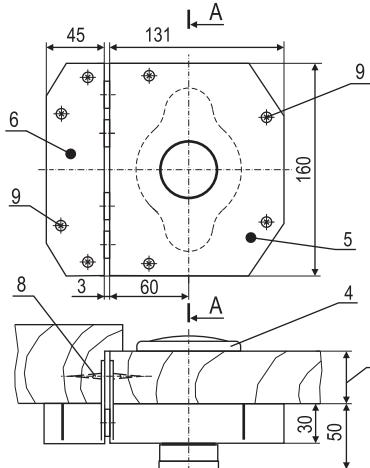
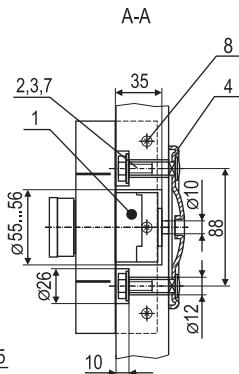

Рис.1
Рис.2
ПОРЯДОК МОНТАЖА (см. рис.1 и 2)
1. Наметьте центр отверстия под цилиндровый механизм 1 (см. рис. 2) по горизонтали 60 ± 1 мм от края полотна двери (см. рис. 1) и просверлите отверстие диаметром 55-56 мм на глубину 35 мм и соосно ему отверстие диаметром 10 мм. Допускается сквозное сверление отверстия диаметром 55-56 мм.
2. Просверлите 2 отверстия диаметром 12 мм под болты 2 (для крепления наружной накладки 4) по вертикальной оси на расстоянии 88 мм относительно центра отверстия под цилиндровый механизм. На внутренней стороне двери рассверлите два отверстия диаметром 26 мм глубиной 10 мм под гайки 3 и шайбы 7 (см. рис. 2). Выступление гаек 3 за плоскость двери изнутри помещения не допускается.
поверхностью двери (см. рис. 1).
4. Установите замок 5, введя цилиндровый механизм 1 в отверстие диаметром 55-56 мм, а планку корпуса замка – в выемку под нее и закрепите его тремя шурупами 1-4x30 (8) через планку корпуса и четырьмя шурупами 1-4x50 (9) через корпус замка (см. рис. 1).
6. Врежьте заподлицо с косяком или второй половиной двупольной двери планку запорную 6 (отверстия в ней должно совпадать со штоками засова) и закрепите шурупами (1-4x30 (8) и 1-4x50 (9)) по аналогии с корпусом замка 5.